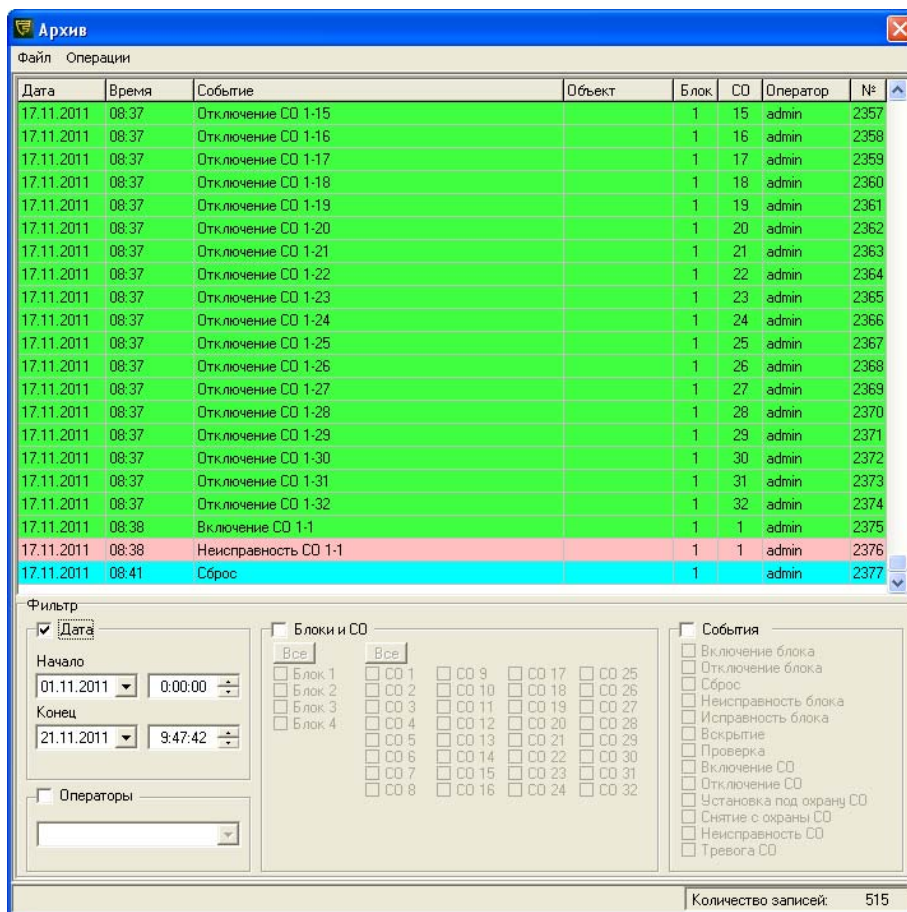

Рисунок 6.12
- «Архив». Данный подпункт предназначен для просмотра архива. Для входа в архив установите указатель мыши на подпункт «Архив» и нажмите левую кнопку мыши, появится окно (рисунок 6.12). В нижней части окна расположена панель фильтра. С ее помощью можно фильтровать события, по необходимым параметрам. Для установки фильтра по дате, установите галочку «Дата» и введите начало и конец поиска. Для установки фильтра по операторам, установите галочку «Операторы» и выберите из выпадающего списка нужного